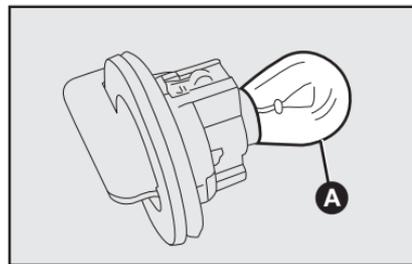

fig. 40
- 3) Retirar a lâmpada **A-fig. 40**, empurrando-a um pouco e girando-a em sentido horário.